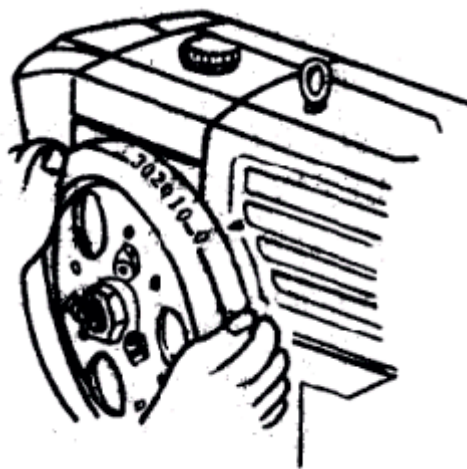

Рис. 18 Отметка ВМТ на маховике
- (1) Медленно проворачивайте ручную маховое колесо, пока не почувствуете сопротивление.
- (2) Поверните рычаг понижения давления, чтобы выпустить сжатый воздух, и проверните маховик на четверть оборота таким образом, чтобы отметка ВМТ (верхняя мертвая точка) на маховике совпала со стрелкой на бачке (или корпусе конденсатора). Это будет означать, что оба клапана закрыты. См. рис. 18.